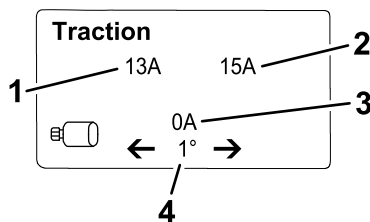

Bild 21
- **Fahrinformationsbildschirm** (Bild 21): Zeigt den aktuellen Lenkwinkel und den Amperewert für jeden Fahrmotor an.